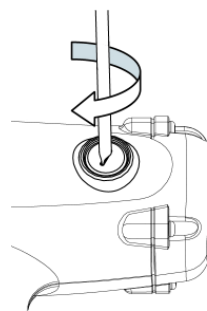

Рис. 6
- Снова зафиксируйте панель угольной щетки, вращая ее по часовой стрелке с помощью плоской отвертки (см. рис. 6).